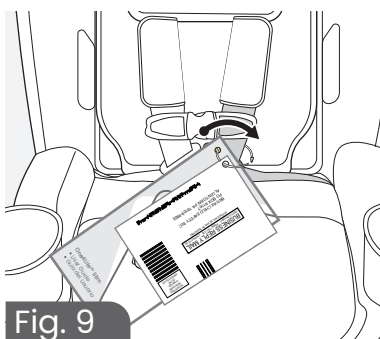

Fig. 9
3. **Coloque** el cordón alrededor de la correa izquierda del arnés del niño, cerca de la lengüeta de la hebilla, y fíjelo (fig. 9).